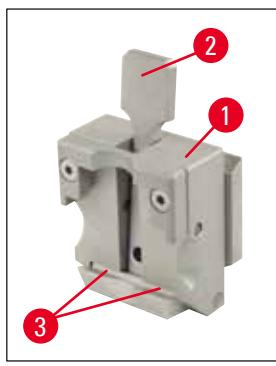

図 41
- ・カセットクランプのクランプレバーのシャフト（→図41-3）（→図41）。